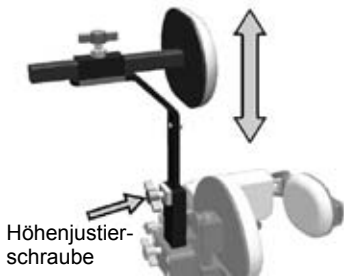

Abb. 7
- Die Kopfstütze in das Erweiterungsrohr einstecken, wobei das Polster nach vorne zeigen muss. Anschließend die Justierschraube anziehen (Abb. 7).